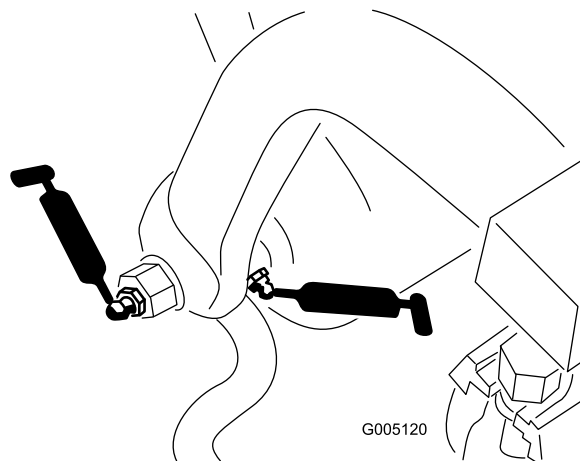

Figura 28
- Rullo e albero del telaio di trazione (12) (Figura 28)